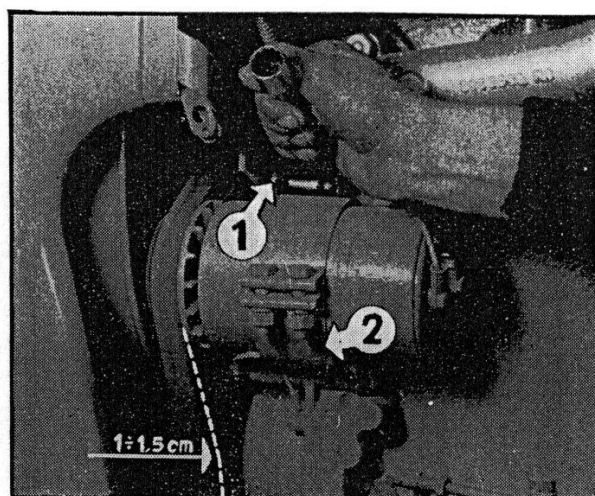

FIG. 21. — Réglage de la tension de la courroie du ventilateur et de la dynamo.
3^o COURROIE DE COMMANDE DU VENTILATEUR ET DE LA DYNAMO (fig. 21) :
- Desserrer l'écrou qui retient la dynamo à la glissière supérieure (**rep. 1, fig. 21**).
Dans ce cas, déplacer la dynamo dans son support après desserrage des deux boulons prévus à cet effet sur le collier (**rep. 2, fig. 21**).